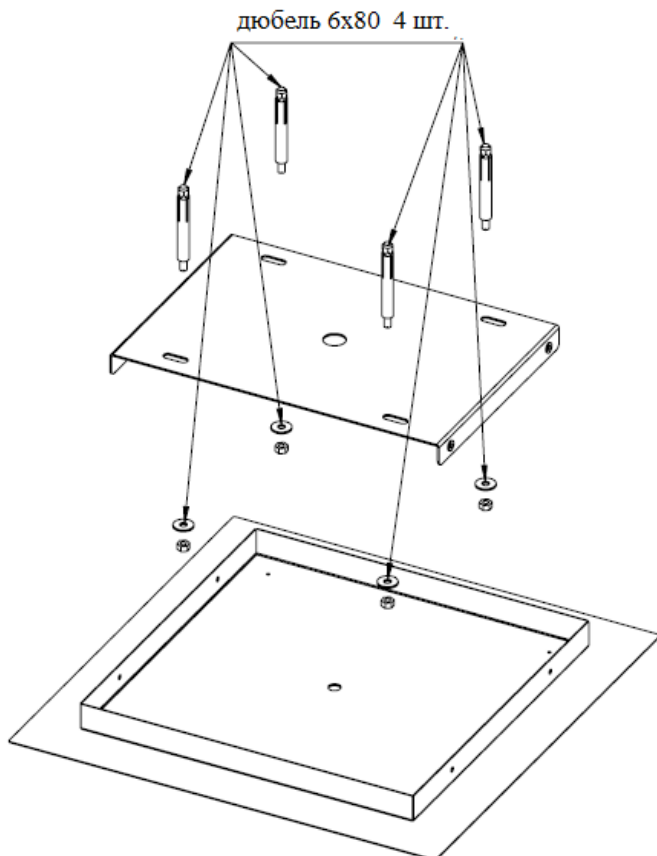

Рис. 3
2. В потолке, прямо над плитой или варочной панелью, необходимо обозначить отверстия под держатель подвесной панели вытяжки. В обозначенных местах на потолке необходимо просверлить отверстия под дюбели (10 мм), а потом прикрепить их помощью держатель подвесной панели к потолку (рис. 3).